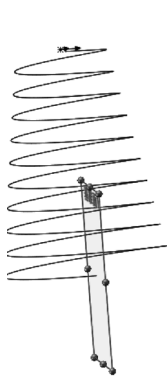

图 4-16 创建的基准面 1
3) 确认创建的基准面。单击“基准面”属性管理器中的 ✓ (确定) 按钮, 则创建通过点 A 且与螺旋线垂直的基准面 1, 如图 4-16 所示。